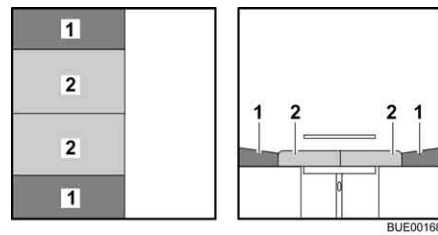

Bild 94 Nach dem Umbau
- Die Sitzpolster (Bild 94,2) zur Mitte ziehen.
- Die Rückenpolster (Bild 94,1) zwischen die Sitzpolster und die Wand legen.